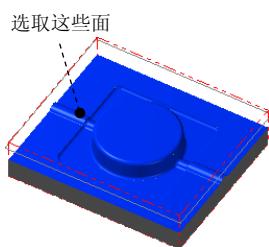

图 12.10 选取加工面
(1) 选取加工面。在图形区中选取图 12.10 所示的面（共 44 个面），然后按 Enter 键，系统弹出“刀具路径的曲面选取”对话框。